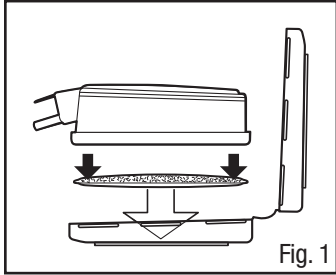

Fig. 1
1. Oriente un filtro en la mitad más grande del retenedor para que la forma del filtro se alinee con la del retenedor. Asegúrese de que el lado impreso del filtro esté hacia abajo (Fig. 1).